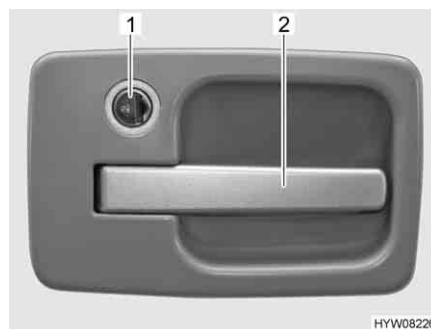

Fig. 29 Serratura della porta di ingresso, lato esterno
- Inserire la chiave nel cilindro della serratura (Fig. 29,1) e ruotarla sul simbolo "🔓". La serratura della porta è sbloccata.
- Tirare la maniglia della porta (Fig. 29,2). La porta è aperta.
- Inserire la chiave nel cilindro della serratura (Fig. 29,1) e ruotarla sul simbolo "🔒". La serratura della porta è bloccata.